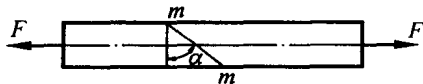

图 2-15
2.15 图 2-15 所示的拉杆沿斜截面 $m-m$ 由两部分胶合而成。设在胶合面上许用拉应力 $[\sigma] = 100 \text{ MPa}$, 许用切应力 $[\tau] = 50 \text{ MPa}$ 。并设由胶合面的强度控制杆件的拉力。试问: 为使杆件承受最大拉力 F , α 角的值应为多少? 若杆件横截面面积为 4 cm^2 , 并规定 $\alpha \leq 60^\circ$, 试确定许可载荷 F 。